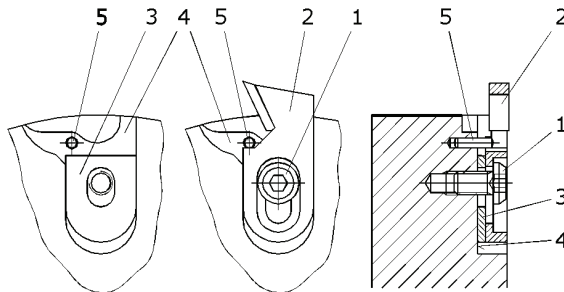

Abb. 1
(s. Abb. 1)
2. Schraube (1) mit Sechskantschlüssel lösen und vollständig aus dem Messersitz entfernen.
3. Nutmesser (2) und gegebenenfalls Unterlagsfolie (3) aus der Messeraufnahme entfernen.
4. Messeraufnahme (4) und alle dazugehörigen Einzelteile reinigen. Darauf achten, dass alle Spannflächen frei von Verschmutzungen, Öl, Fett und Wasser sind.
6. Neues Nutmesser präzise einsetzen (s. Abb. 1).
7. Die richtige Schraube wieder einsetzen und das Nutmesser sauber an den Positionierstift (5) drücken.